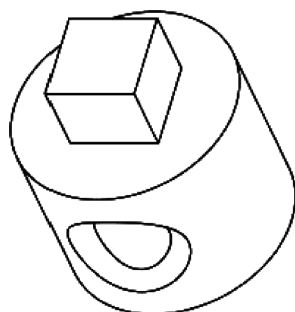

图 7-107 完成第 1 组倒角特征
- (4) 在对话框的【倒角距离】组合框中输入数值“2”，按<Enter>键确认，单击控制区的【应用】按钮, 完成第1组倒角特征，如图7-107所示。